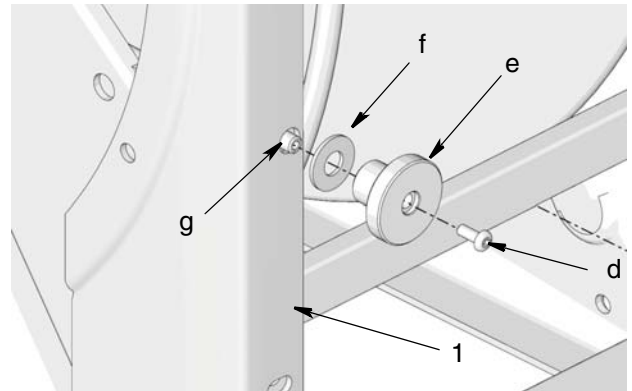

FIG. 7
6. Install washer (f), brake knob (e) and brake knob screw (d) (FIG. 7, page 3).